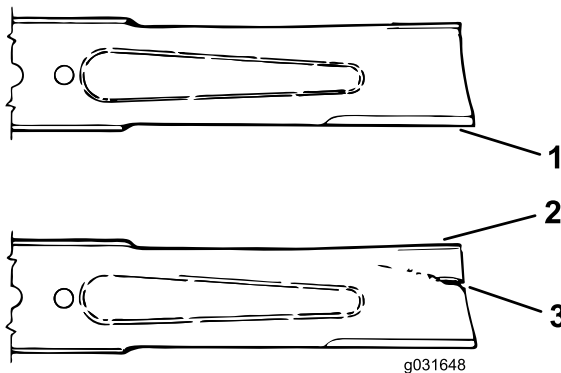

Bild 71
3. Prüfen Sie die Schnittkanten des Messers sorgfältig, insbesondere dort, wo die geraden Flächen die gebogenen berühren (Bild 71).